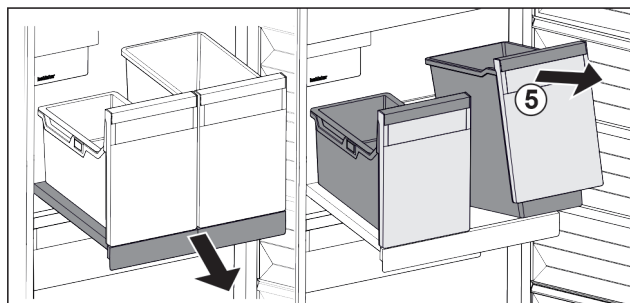

Fig. 138
- ▶ Spremnik Fig. 138 (5) podignite sprijeda.